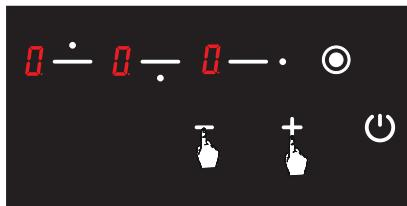

Рис. 12
2. Установите температуру всех конфорок на **Q**, используя кнопки **+** и **-** (См. Рис. 12). Варочная панель автоматически отключится через 20 секунд.